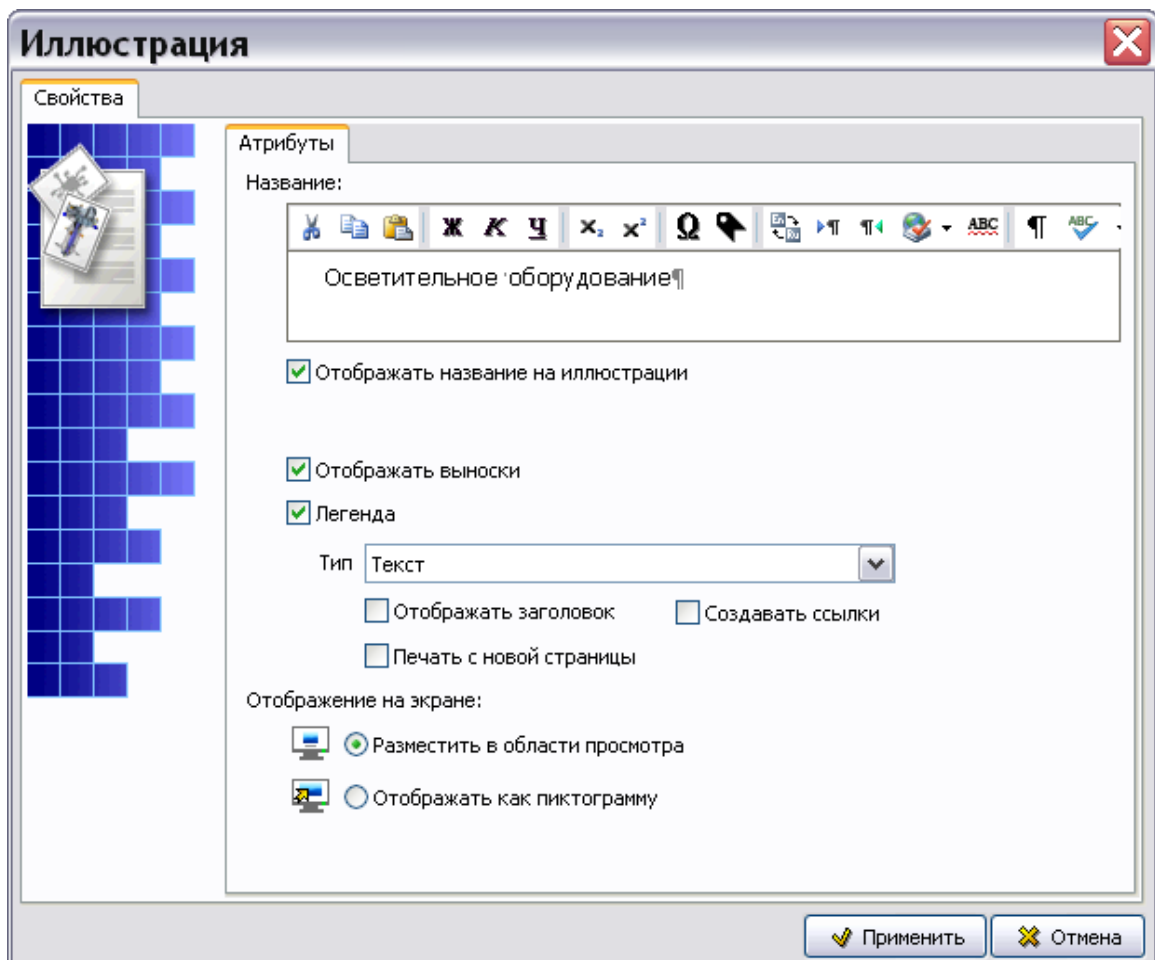

Рисунок 906
4) В контекстном меню выберите пункт **Добавить иллюстрацию**. При этом откроется окно **Иллюстрация** (рисунок 906).